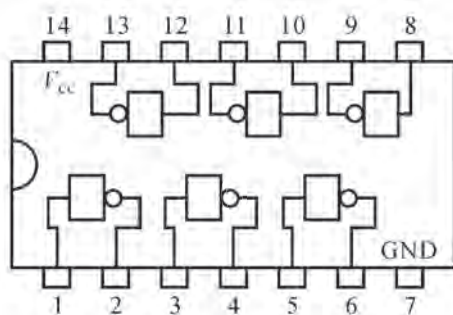

图 4.2 CD4069 功能引脚图
(1) 核心IC。该控制电路核心是CD4069（六非门CMOS数字集成门电路），这是一个包含6个独立非门的14引脚塑料封装集成芯片，6非门与电源对应引脚如图4.2所示，CMOS电路可在3~18V电压下工作，14脚接电源正极，7脚接电源负极。我们用不同的门电路组成信号转换和逻辑判断功能，包括声控电路、光控电路、触摸控制电路、延时电路、继电器驱动电路等。通过声、光和触摸传感器，实现我们所需要的控制功能，由电磁继电器作为电子控制的执行部件，控制灯的亮灭。